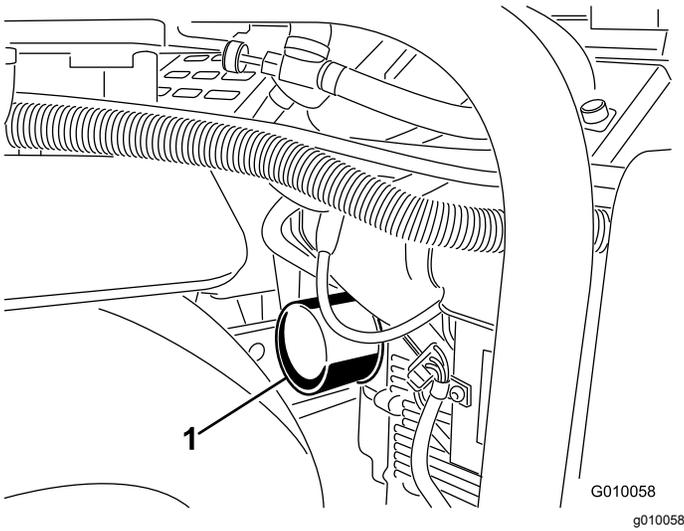
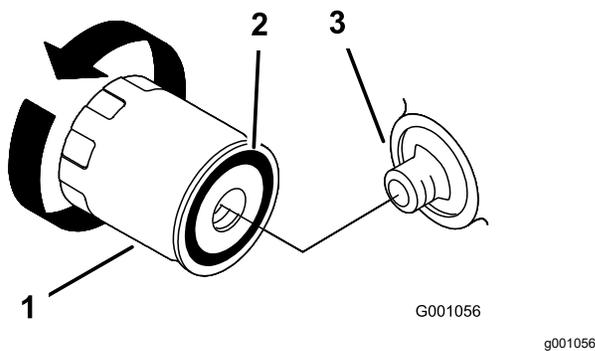

Bild 45
Bild 46
5. Stellen Sie eine flache Auffangwanne oder legen Sie einen Lappen unter den Filter, um auslaufendes Öl aufzufangen (Bild 45).
6. Entfernen Sie den Altfilter (Bild 45 und Bild 46) und wischen Sie die Dichtfläche am Anbaustutzen ab.